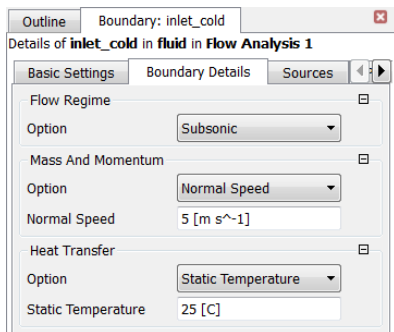

图 23-11 冷水入口端流体参数
2) 在“Boundary Details”选项卡中，设置“Mass and Momentum”下的“Option”为“Normal Speed”，“Normal Speed”的值为“5[m s⁻¹]”，并设置“Heat Transfer”的“Option”为“Static Temperature”，“Static Temperature”为“25[C]”，如图 23-11 所示。